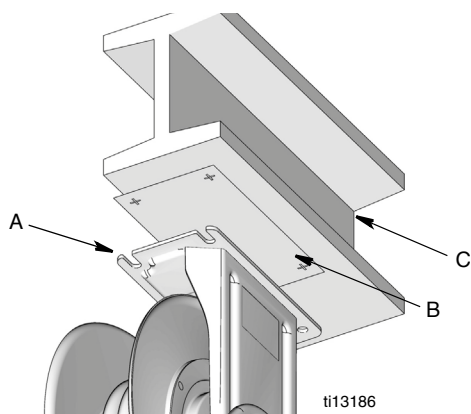

Рис. 8
1. С помощью шаблона (В), поставляемого в комплекте, просверлите отверстия в двутавровой балке (С) (Рис. 8).